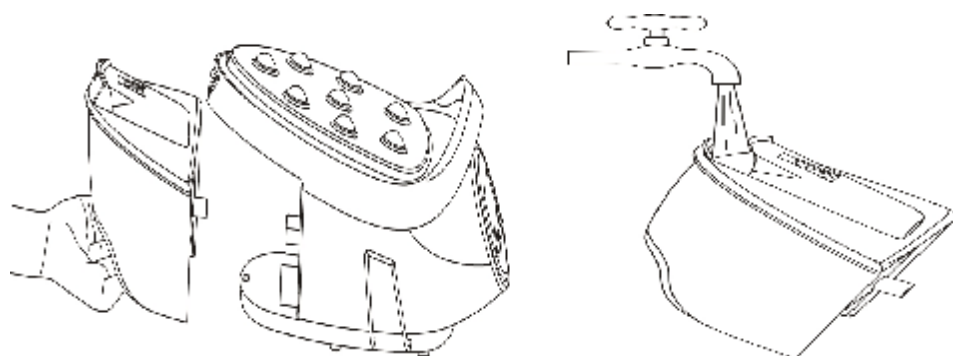

Fig 4
2. Retire o depósito de água, ver Fig. 4